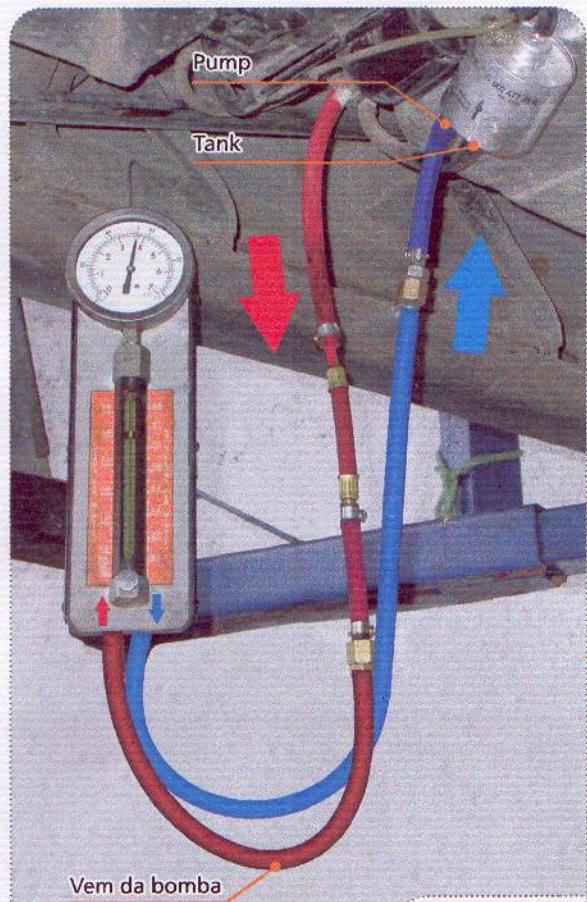

Figura 1
- Instalar o medidor de pressão e vazão em série com a mangueira de saída de combustível do tanque. Essa mangueira é a que vai ligada ao tubo do filtro de combustível onde está grafada a indicação **PUMP** (figura 1).